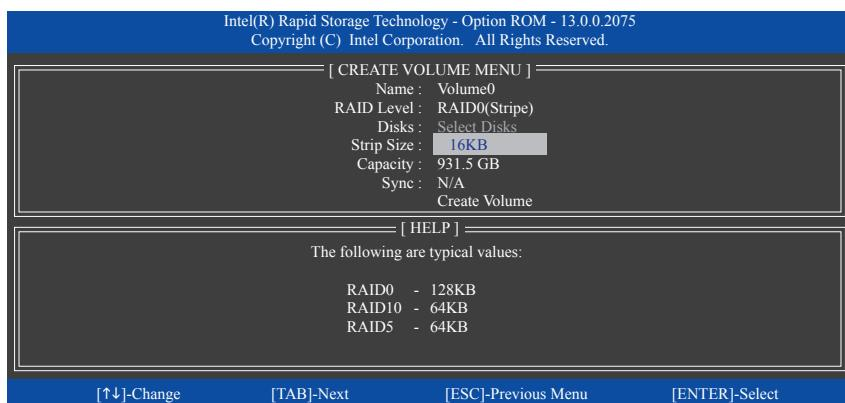

図 12
**Disks** の項目で、RAID アレイに含めるハードドライブを選択します。取り付けたドライブが 2 台のみの場合、ドライブはアレイに自動的に割り当てられます。必要に応じて、ストライブブロックサイズ(図 12)を設定します。ストライブブロックサイズは 4 KB~128 KBまで設定できます。ストライブブロックサイズを選択してから、<Enter> を押します。